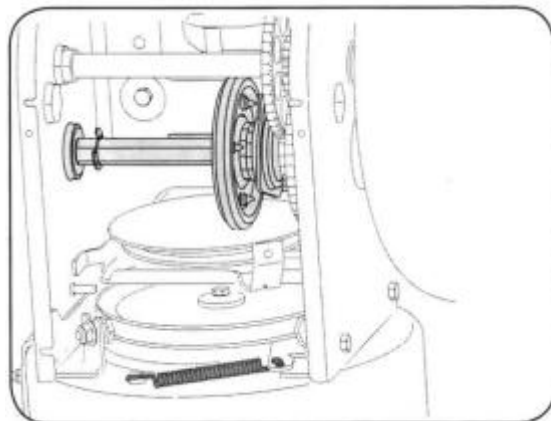

Bild 18
2. Applicera ett tunt lager av ett temperaturbeständigt universalfett på den sexkantiga axeln. Se bild 18.